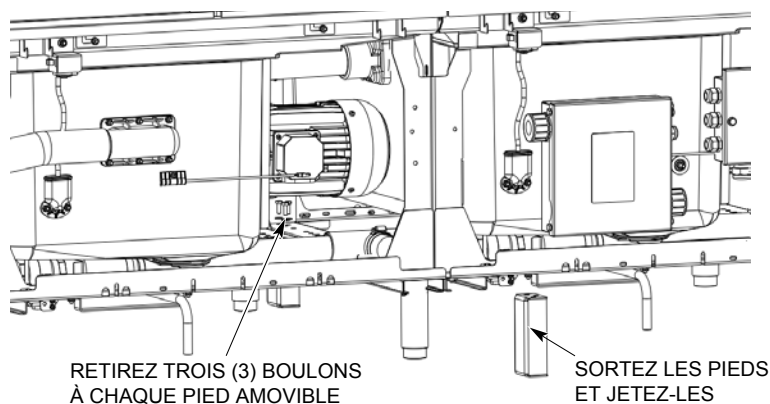

Fig. 8
Une fois les sections solidement boulonnées ensemble, retirez les trois (3) boulons qui fixent chaque pied amovible à la traverse et glissez les pieds vers l'extrémité de la traverse pour les sortir (Fig. 8). Les pieds amovibles et la visserie peuvent ensuite être jetés.